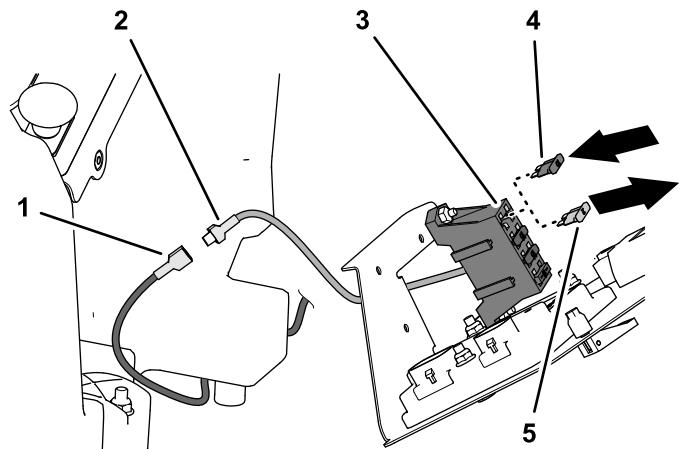

Рисунок 41
2. Проложите провод вспомогательного питания (с изоляцией зеленого цвета) жгута проводов (из комплекта) в отделение органов управления оператора (Рисунок 41).
3. На блоке предохранителей (Рисунок 41) подсоедините следующие пары проводов:
4. Вставьте предохранитель (10 A) в гнездо блока предохранителей (Рисунок 41).